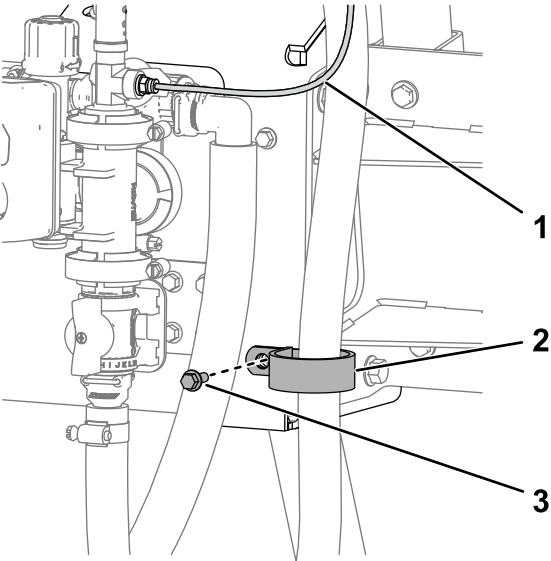

Figura 48
- Sujete la manguera de 180 cm al orificio inferior del soporte usando la abrazadera en R, el perno con arandela prensada (1/4"-20 x 3/4") y la contratuerca con arandela prensada (1/4"-20), como se muestra en la Figura 48.